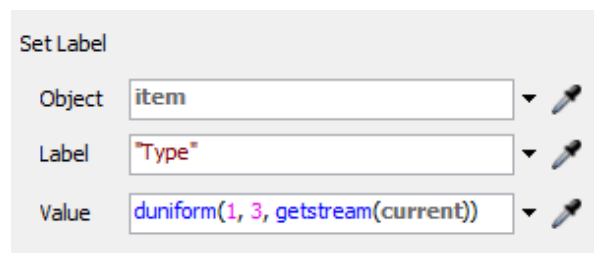

Fig. 8. Option Set Label
1. **Set Label** – permet de modifier la valeur d'une étiquette existante ou d'ajouter une nouvelle étiquette avec une valeur donnée. Le champ Object indique l'objet auquel l'étiquette est attribuée, le champ Label en définit le nom et le champ Value sa valeur (fig. 8).